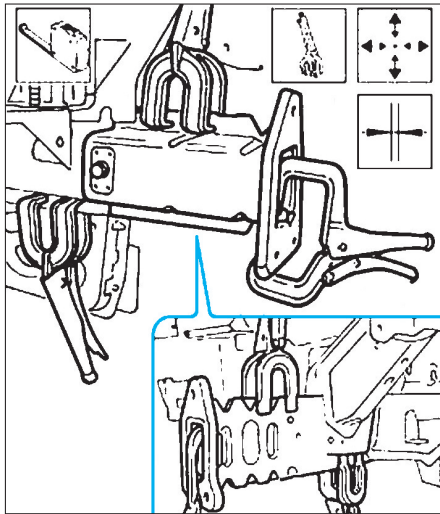

FIG. 4
- Positionner et ajuster les pièces neuves (Fig.4).